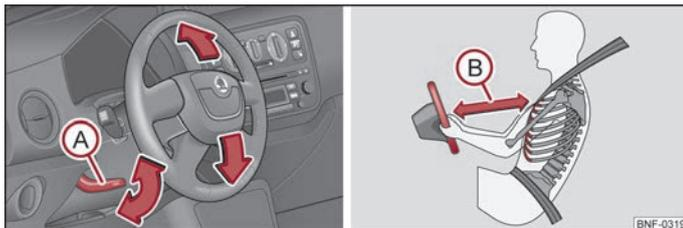

Abb. 57 Lenkradposition einstellen / Sicherer Abstand vom Lenkrad
- Schwenken Sie den Hebel (A) unter dem Lenkrad nach unten ⇒ Abb. 57 ⇒ ⚠.
- Drücken Sie den Hebel (A) bis zum Anschlag nach oben.
- Der Fahrer muss einen Abstand zum Lenkrad von mindestens 25 cm einhalten ⇒ Abb. 57 (B). Wenn Sie den Mindestabstand nicht einhalten, kann Sie das Airbag-System nicht schützen - Lebensgefahr!